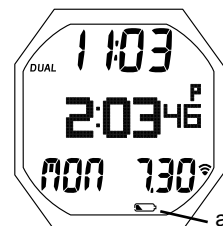

Abb. 1A - WARNUNG
- Batteriesymbol (Gehäuse mit internem Balken) blinkt nicht (Abb. 1Aa).